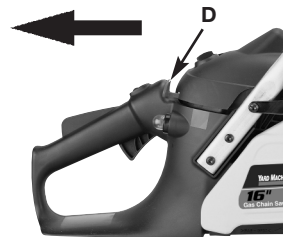

Fig. 5
5. Tire del estrangulador (D) hasta quede asegurado en su lugar (Fig. 5).